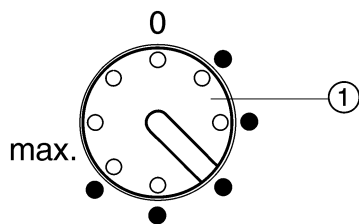

Fig. 2
- ▶ Gire a la derecha el regulador de temperatura Fig. 2 (1) con una moneda.